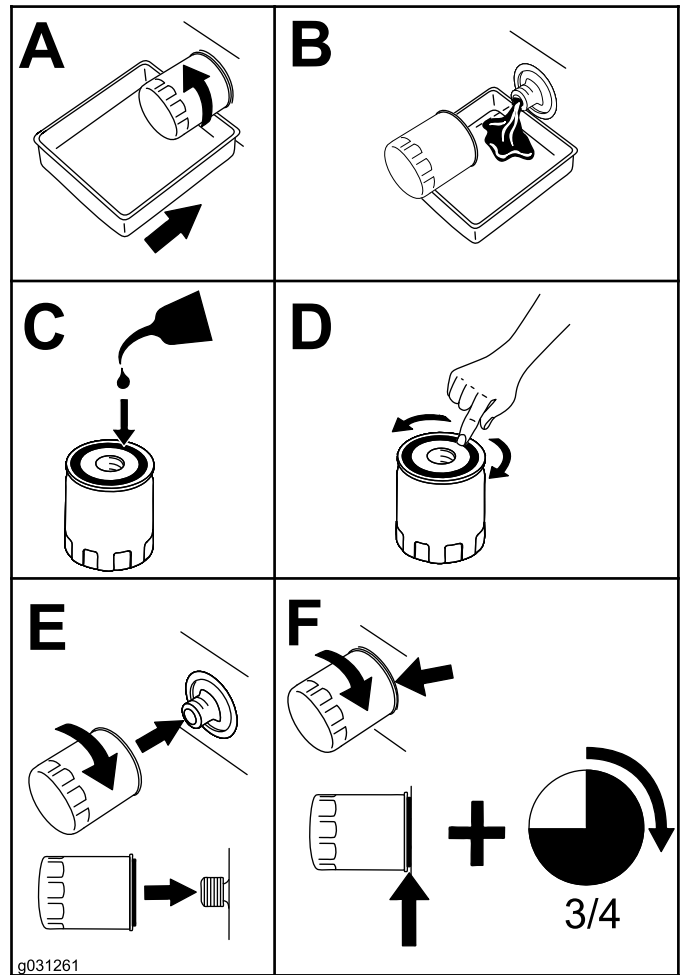

Figura 51
4. Sustituya el filtro de aceite del motor según se muestra en la Figura 51.